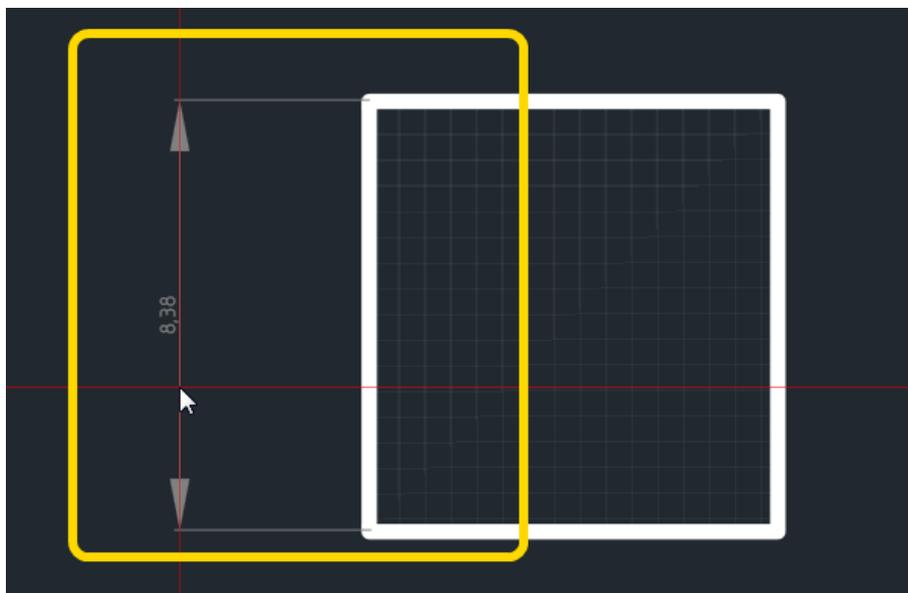

Рис. 187. Определение длины и направления выносок размерной линии
5. Установить длину и направление выносок размерной линии, перемещая курсор, см. Рис. 187. Возможный вид размерной линии будет отображаться на экране.